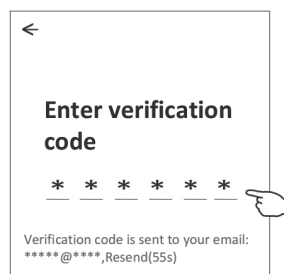

Рис. 11.
5. Введите проверочный код, который вы получили по электронной почте (рис. 11).